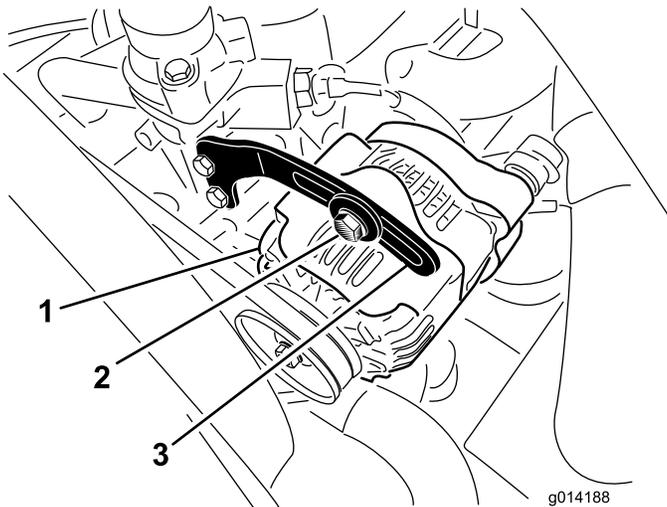

Figura 57
2. Compruebe la tensión de la correa del alternador flexionándola (Figura 57) en el punto intermedio entre las poleas del alternador y del cigüeñal con una fuerza de 10 kg (22 libras).
3. Afloje el perno que sujeta el tirante al alternador (Figura 57), y el perno de pivote del alternador.